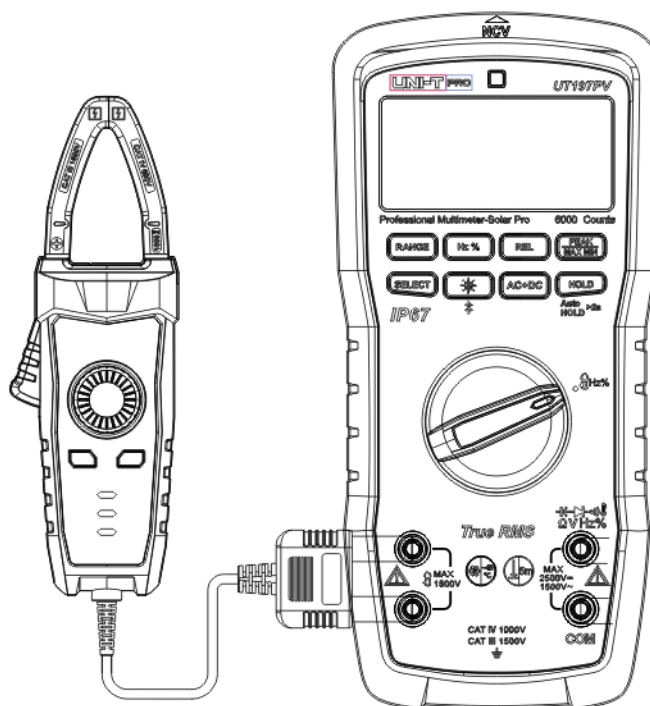

Рисунок 13
10. Измерение тока подключаемым датчиком (рисунок 13)